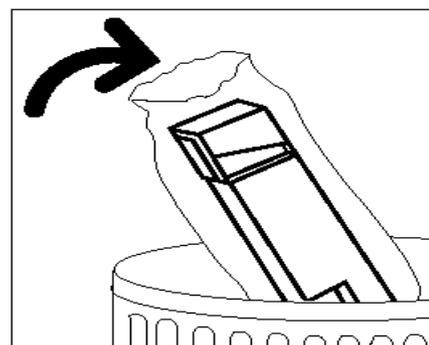

Fig. 17: Smaltimento del vecchio contenitore di raccolta del toner usato
- 5** Mettere il contenitore in un sacchetto di plastica, come illustrato in Fig. 17, ed eliminarlo in conformità con i regolamenti locali.